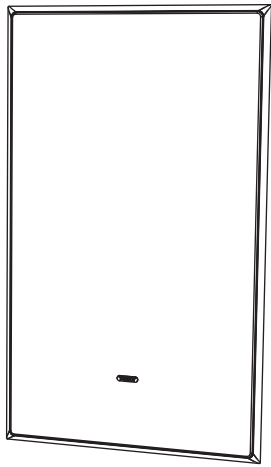

Fig. 5. Galler installerat
1. Pressa in gallret i ramen, där det kommer att hållas på plats av magneter (Fig.5).